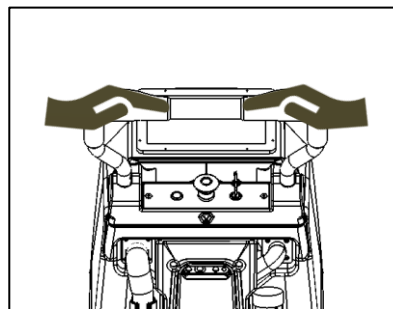

Fig. 2
- Utilisez les deux mains pour pousser à partir de la poignée comme indiqué (Fig. 2).